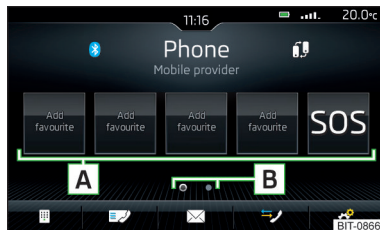

Fig. 155
► Nel menù principale *Telefono* toccare il tasto funzione desiderato **A** » fig. 155.
► Per **modificare il gruppo di memoria** toccare il tasto funzione **B** » fig. 155.
► **Selezionare** il tasto funzione **A** » fig. 155 per la selezione.
- Nel menù principale *Telefono* **tenere premuto** il tasto funzione desiderato **A** » **fig. 155**.